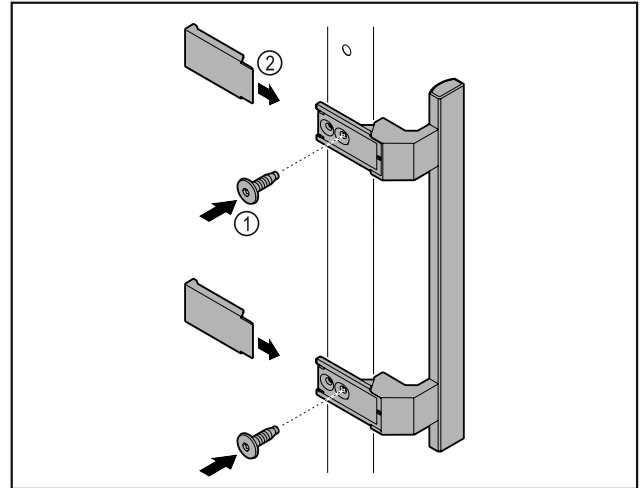

Fig. 2
- ▶ Pritvirtinkite rankeną iš priedų pridamais varžtais Fig. 2 (1) prie durų.
- ▶ Uždėkite dengiamąją plokštelę Fig. 2 (2).